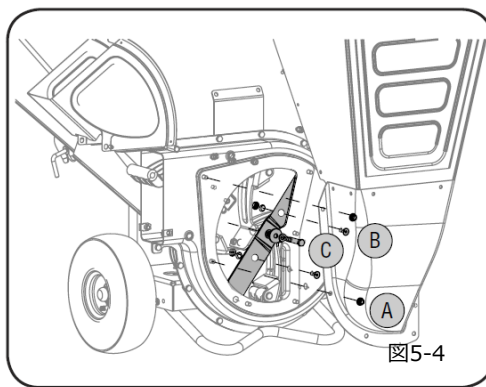

図5-4
3. ホッパーを固定している6つのボルトを外します。図5-4 参照
6. 2本の内部の六角ネジ、六角ロック・ナットとシュレッダーの刃をインペラーに固定する止め座金を取り外してください。図5-4 B参照
7. 刃を交換した後、六角ボルト、止め座金と平ワッシャーを完全にシュレッダーの刃へ戻してください。図5-4 C 参照